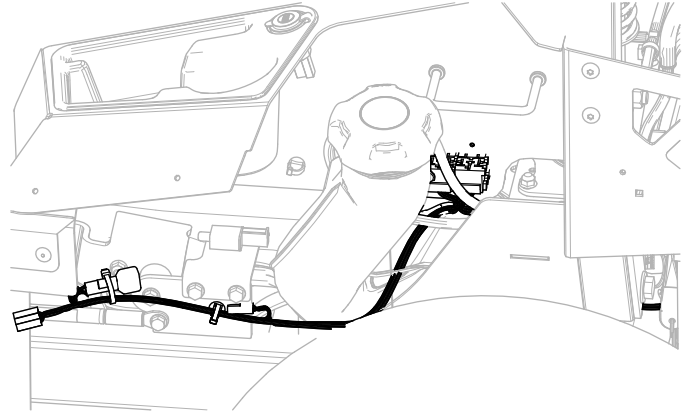

Bild 12
2. Verlegen Sie den Kabelbaum (Bild 12) entlang der linken Seite des Rahmens durch die in Schritt 1 installierte Druckbefestigung.